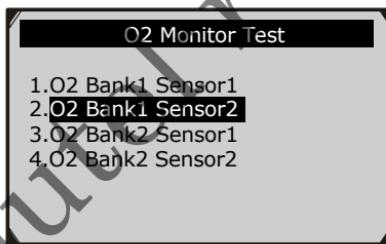

Рисунок 6.23
- 3) Используйте кнопки прокрутки ВВЕРХ/ВНИЗ для выбора пункта **O2 sensor** (Датчик кислорода) из меню **O2 Monitor Test** и нажмите **OK**. (Рисунок 6.23)